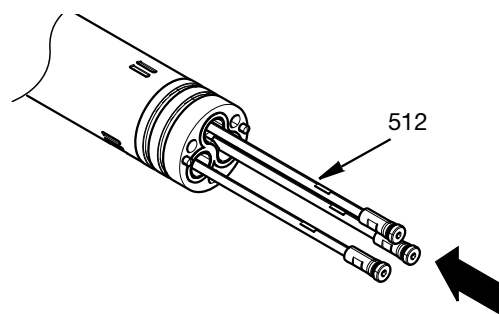

FIG. 29
9. Steek de stangenafsluiters (512) door de adapter in de centrale behuizing. Zie FIG. 29.